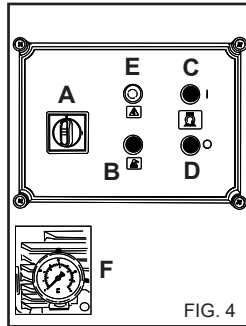

FIG. 4
- 4) Drücken Sie die Starttaste C) (Fig. 4).